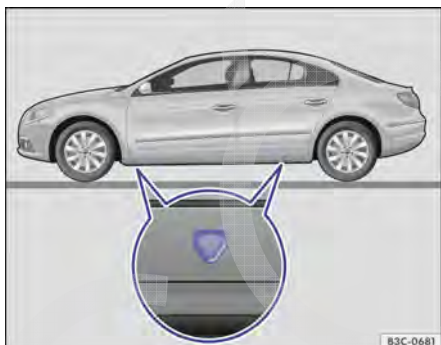

Fig. 248 Pontos de apoio do macaco.
O macaco somente pode ser posicionado nos reforços no assoalho, que se encontram atrás das marcações na carroceria → Fig. 248. Deve ser considerado o ponto de apoio localizado junto à roda correspondente → .
6. Procurar sob o veículo o ponto de apoio do macaco → Fig. 248 mais próximo da roda a ser trocada.